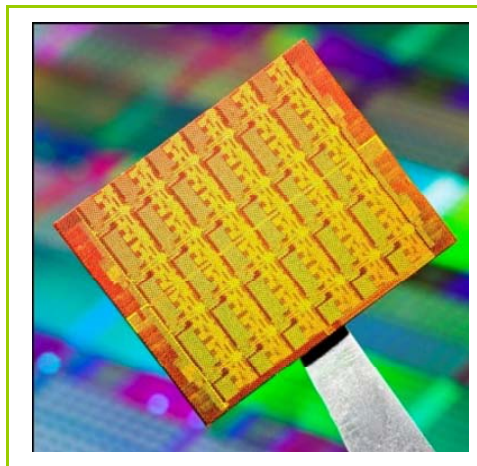

Abbildung 2 Single-chip Cloud Computer
1. Benennt die Anschlüsse der beiden in der Abbildung 2 dargestellten Transistor-Grundtypen?